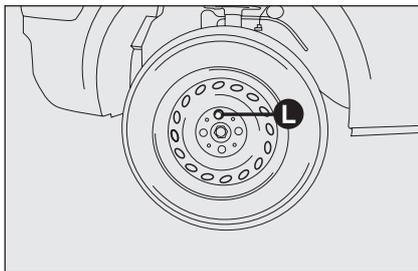

fig. 5
- per versioni dotate di coppa ruota, togliere la coppa ruota dopo aver svitato i 3 bulloni che la fissano ed infine svitare il quarto **L**-fig. 5 bullone ed estrarre la ruota;